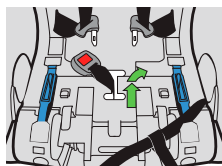
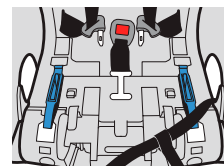

Figura 93
Figura 93a
- Deslice la correa de la entrepierna hacia la otra ranura de la correa de la entrepierna, como se muestra en la **figura 93**, y asegúrese de que el botón rojo para soltar la hebilla quede viendo hacia afuera del asiento, como se muestra en la **figura 93a**.